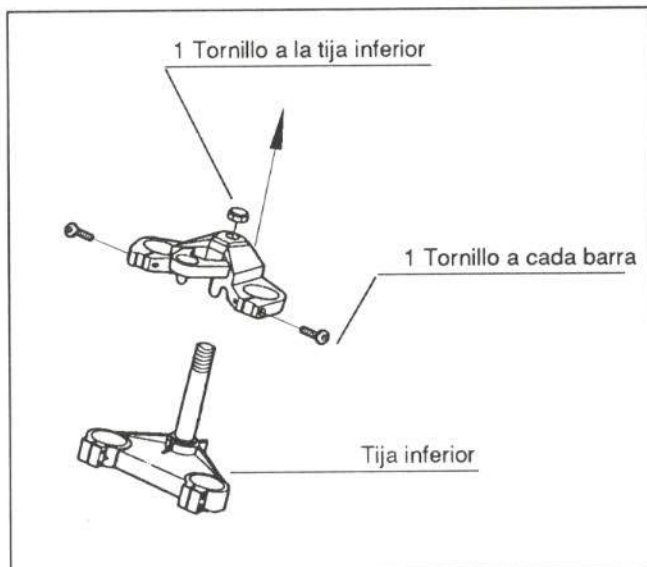

Figura 28.- Unión de la tija superior
Va unida a las botellas y a la tija inferior de la forma que muestra la figura 28.
- Tija superior (figura 28)